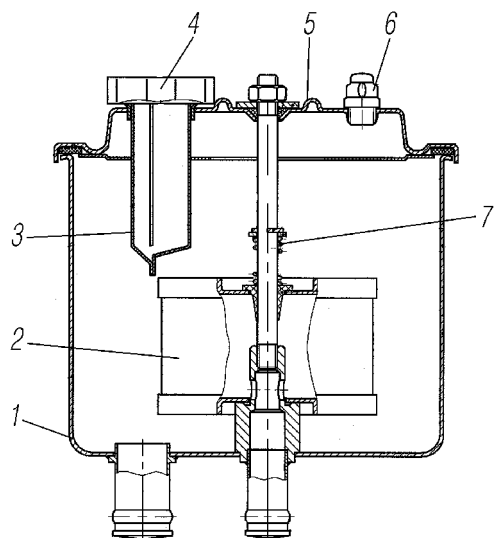

Рис. 55. Бак масляный рулевого управления:
Бак установлен отдельно от насоса. В баке имеется заливной фильтр 3 (рис. 55). Масло, возвращаясь в бак, проходит через фильтр 2. При засорении сетки фильтра 2, последний приподнимается, сжимая пружину 7, и масло поступает в бак, минуя фильтр. Уровень масла в баке замеряется указателем при не завернутой пробке 4. Уровень масла должен находиться в пределах участка между меток на указателе. Уровень масла должен находиться в пределах участка между меток на указателе.
5. Снять крышку 5 (см.рис. 55) масляного бака, фильтр 2 и промыть фильтр.